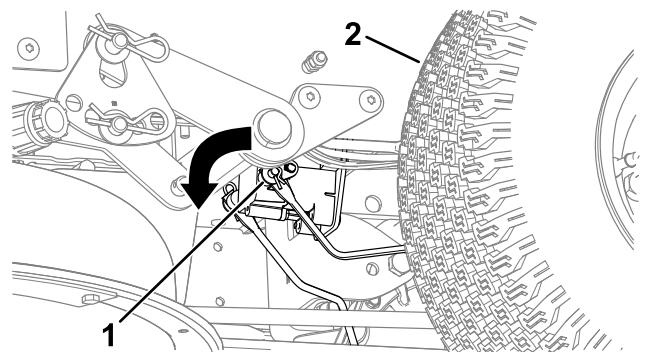

Figure 46
2. Localisez l'arbre sur le frein électrique au point de connexion des bras de liaison (Figure 46).